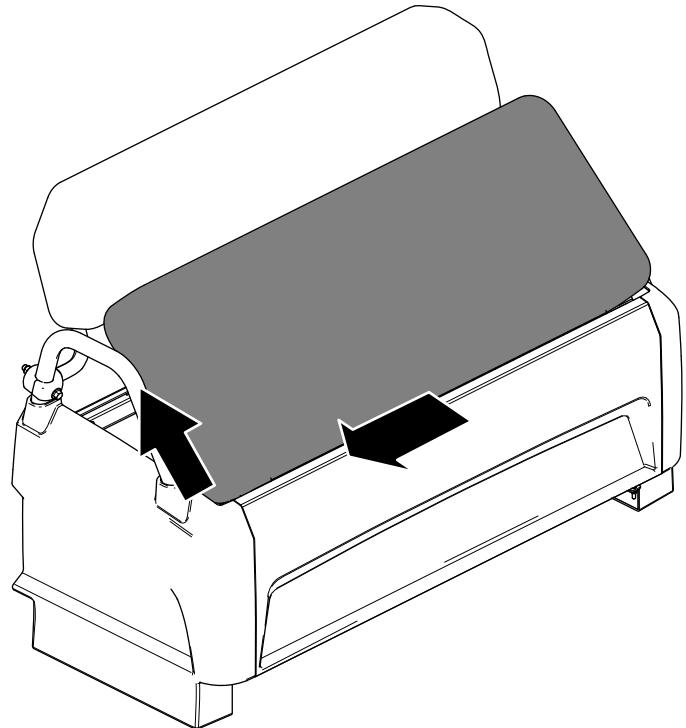

Figura 35
2. Deslice el cojín hacia el lado, hasta desengancharlo de los pasadores y levante el cojín hacia arriba (Figura 35).